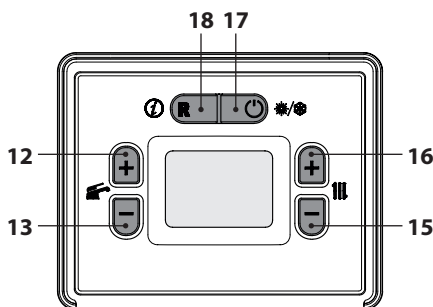

Figura 5.39
- Utilizzando i tasti 15 o 16 (Figura 5.39) è possibile modificare il valore del parametro A49: **39** = reset di fabbrica
- Premendo il tasto 12 o 13 (Figura 5.39) si ottiene la conferma del valore inserito e si ritorna alla lista parametri (Figura 5.40).
- Premendo il tasto 17 (Figura 5.39) si esce dalla "modalità programmazione".